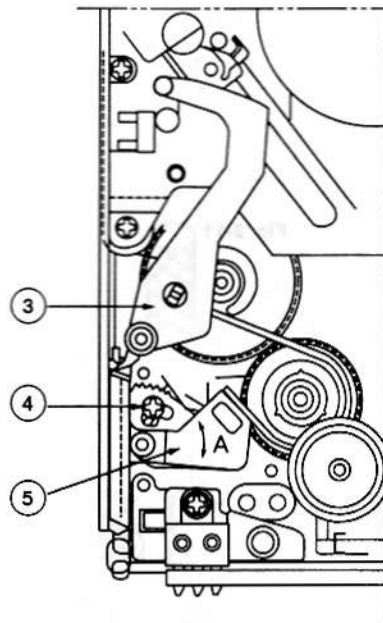

Fig. 3-1
2. So that the center value of the back tension torque swing falls within a range of 5 to 7 g·cm, adjust by loosening the ④ screw in Fig. 3-1 then by moving the ⑤ BT Band Assy to the right and left as shown in A of Fig. 3-1.
3. After adjusting, tighten the ④ screw with a torque of 0.8 kg·cm, then apply the screw-locking compound to it.
2. バックテンショントルク値の振れ幅の中心が5～7 g·cmとなるように、Fig. 3-1の④ネジをゆるめて⑤BT Band AssyをFig. 3-1のAの様に左右に動かして、調整する。
3. 調整後、④ネジを0.8kg·cmで締め付けてネジロックをする。